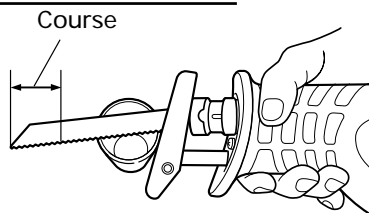
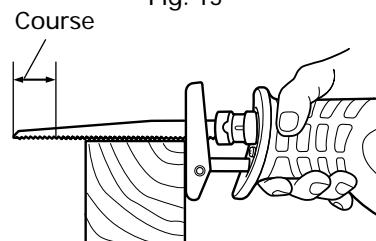

Fig. 14
Fig. 16
- Sélectionner une lame de la longueur appropriée. Idéalement, la longueur qui ressort du socle de la lame après soustraction de la distance de course doit être plus grande que le matériau (voir Fig. 14 et Fig. 16).